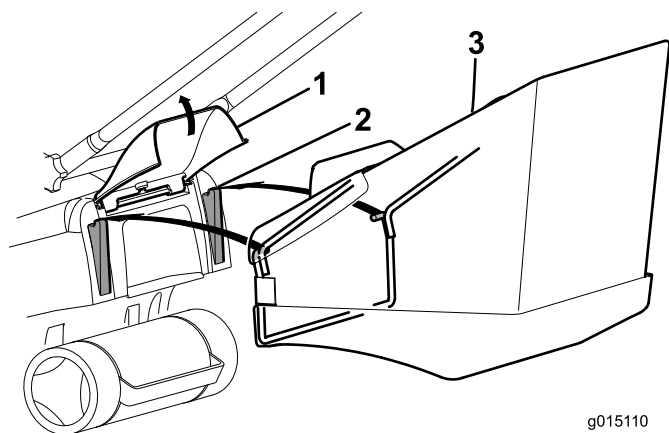

Figure 15
2. Tout en maintenant le volet arrière, placez les bacs de ramassage sur les ergots (Figure 15).